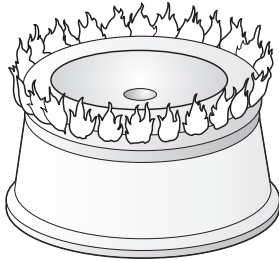

Figura 15
1. Ajuste de entrada de aire (figura 15)